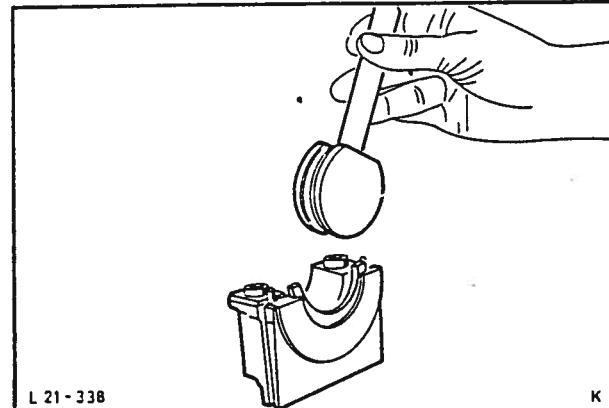

Fig. 58 Press inn veivakselens tetningstråd med spesialverktøy 21-085.
29. Sett veivakselens bakre tetningstråd inn i motorblokken og i bærelageroverfallet. Plasser den jevnt og press den på plass med spesialverktøy 21-085, fig. 58. Sørg for at traden ligger riktig i setet og at den ikke er deformert. Kutt av eventuelt overskuddsmateriale slik at tetningstråden ligger absolutt jevnt med anleggsfilatene. Ingen av fibrene må stikke frem.